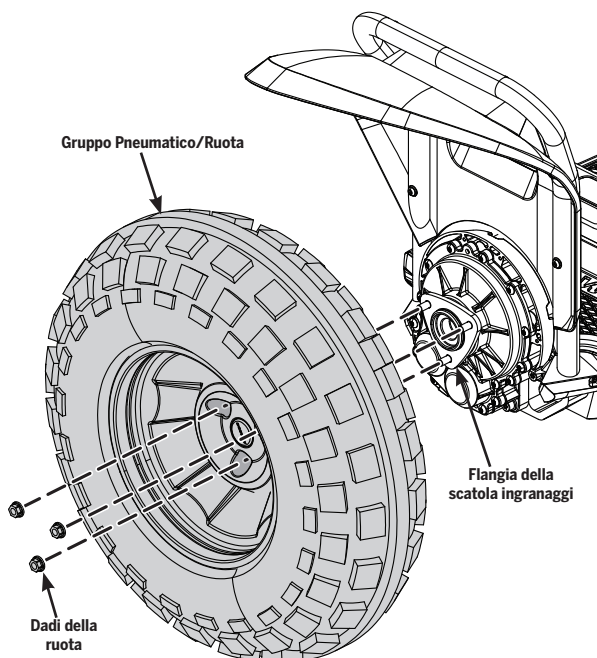

Figura 1: Gruppo Pneumatico/Ruota, x2 Versione 2
3. Utilizzando una chiave a tubo da 13 mm, rimuovere i tre dadi della ruota e metterli da parte. Vedere Figura 1.
3. Posizionare il gruppo Pneumatico/Ruota sulla flangia della scatola ingranaggi: Vedere Figura 1.